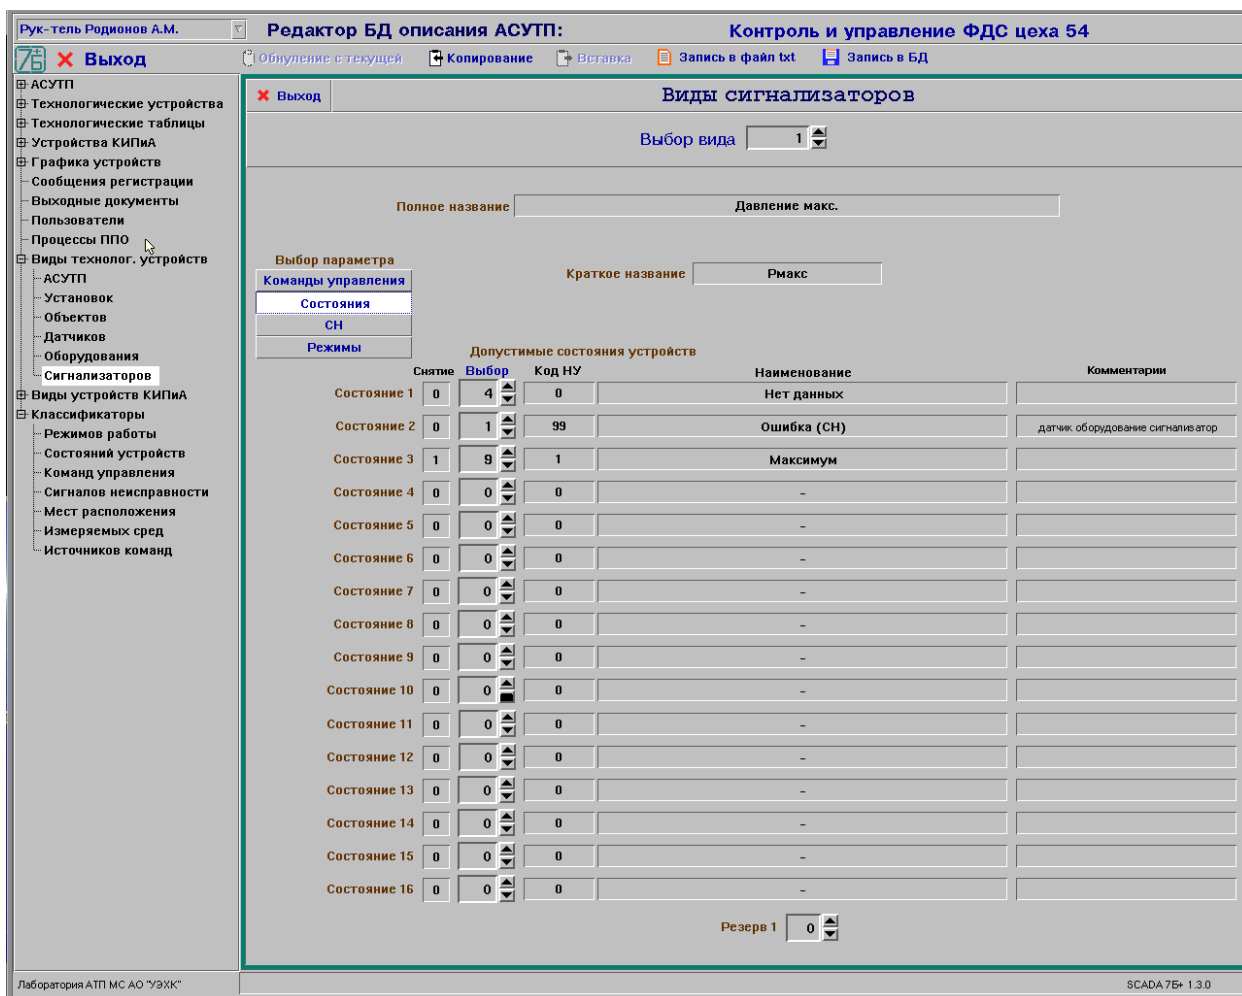

Рисунок 36 – Окно редактирования видов сигнализаторов
8.21.5 В окне редактирования параметров видов оборудования (см. рис. 36) дополнительно отображаются следующие параметры элемента, записанные в БД, и которые может откорректировать пользователь: